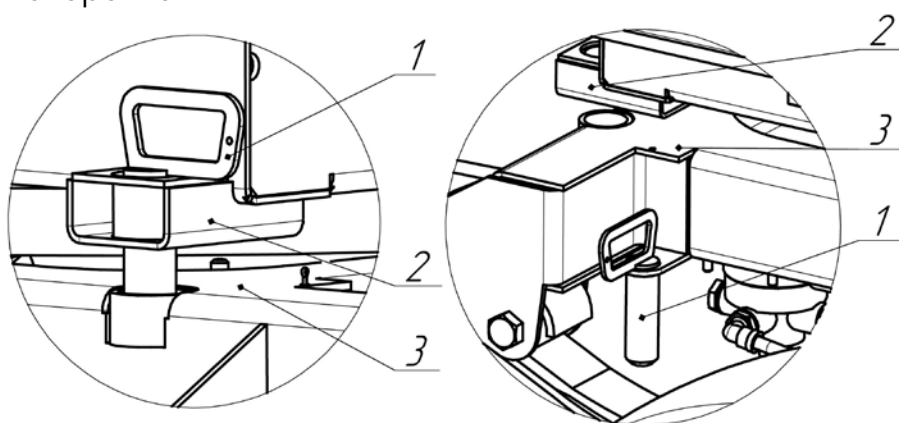

Рис. 1.4 – Стопор для фиксации поворотной тележки 2ПТС 4,5, 2ПТС-5
1.4.1.1.1 Стопор для фиксации поворотной тележки 2ПТС (рис. 1.4) Стопор для фиксации поворотной тележки представляет собой стержень с рукояткой ① Стопор включается путём установки его в направляющее отверстие на раме ② до попадания в ловушку, расположенной на поворотной тележке ③ при этом происходит фиксация поворотной тележки относительно рамы в продольной оси. В нерабочем положении стопор для фиксации поворотной тележки устанавливается в отверстие, расположенное в нижней части поворотной тележки.